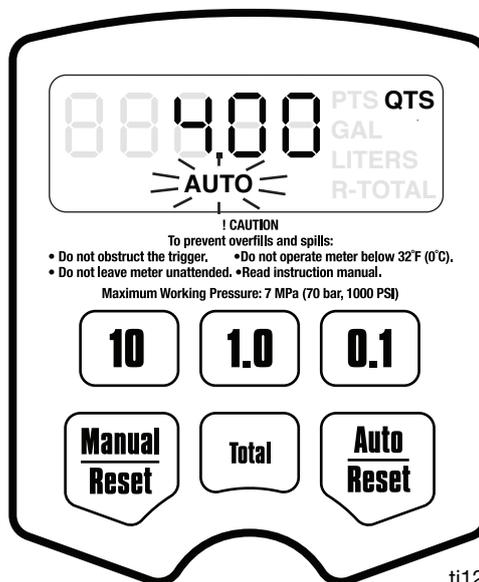

FIG. 15
- d. Quatrième écran : Menu de la quantité pré-réglée en Auto (FIG. 15, page 14) - AUTO clignote et la quantité pré-réglée en Auto actuellement enregistrée s'affiche.